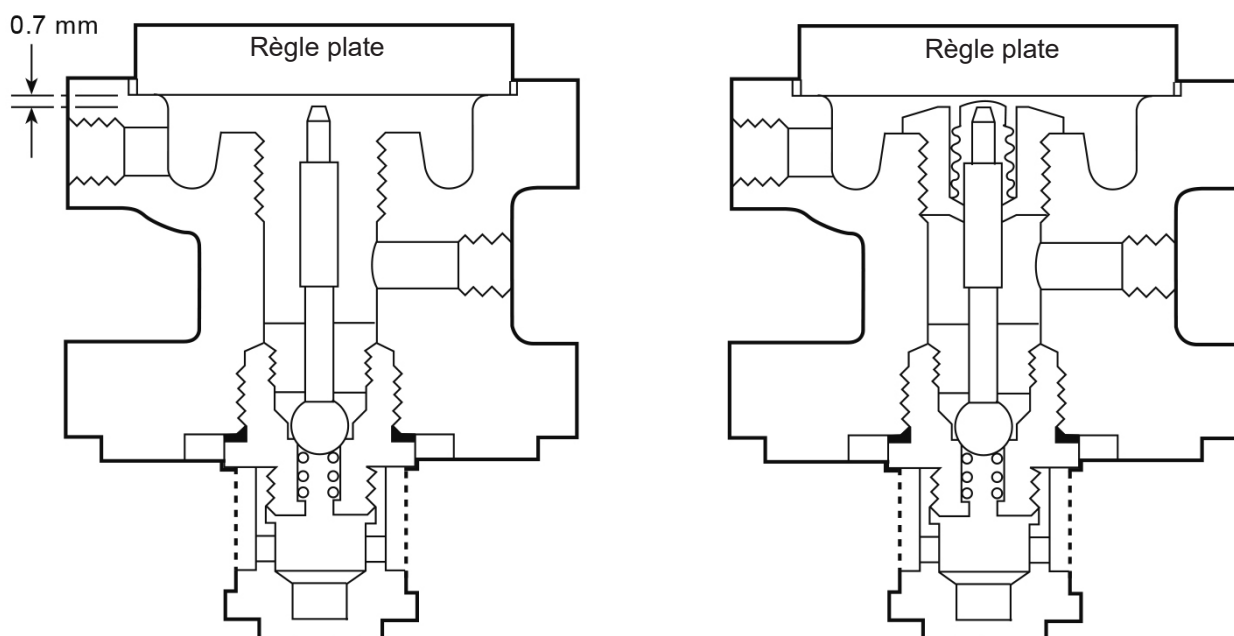

Fig. 6
2. Desserrer le contre-écrou (2) et tourner la vis de réglage (1) dans le sens inverse des aiguilles d'une montre jusqu'à ce que le ressort soit relâché.
3. Déposer la rondelle "C" (3) d'en dessous du contre-écrou et déposer le couvercle (12).
4. Déposer le ressort de réglage (6) et le disque de contact supérieur (5).
5. Dévisser les écrous 4 x M10 (8) et déposer le carter de ressort (4), le disque de contact inférieur (7) et les membranes de clapet-pilote (9) après avoir relevé leurs sens d'installation.
6. Dévisser les raccords union (27C), le raccord de prise d'impulsion (29) et déposer le tube de contrôle en acier inoxydable de 6 mm.
7. Dévisser les 4 écrous (21) et déposer le corps porte-pilote (10) et veiller à ce que le ressort (16) reste en position sur le clapet principal (17).
8. A l'aide d'une clé à douille 27 mm S/P, dévisser le siège du clapet-pilote (13) avec la crépine du clapet-pilote (14A) et déposer le poussoir de clapet-pilote (11).
10. Avec le joint à soufflet démonté, visser le nouveau clapet-pilote (13) et serrer jusqu'à 115 N m.
11. Insérer maintenant le poussoir du clapet-pilote (11) par le dessus du corps porte-pilote et vérifier si la lumière entre le bout du poussoir et la règle droite, mise sur le logement de la membrane auxiliaire, est bien de 0,7 mm (voir fig. 6).
13. Vérifier s'il reste effectivement une faible lumière entre la règle droite, mise sur le logement de la membrane auxiliaire, et le dessus du joint à soufflet comprimé (voir fig. 6).
14. Avant de remonter le déverseur, s'assurer que toutes les portées de joints soient bien propres et que le ressort du clapet principal (16) soit positionné correctement.
15. Mettre le nouveau joint (15) et monter le corps porte-pilote. Serrer les quatre écrous (21) à l'aide d'une clé et serrer selon couple donné dans le tableau 1.
16. Remettre le tube d'impulsion et la tuyauterie de contrôle en acier inoxydable. Serrer les raccords (27C) et (29) jusqu'à ce qu'ils soient étanches à la vapeur.
17. Remettre les deux membranes auxiliaires (9). Vérifier qu'elles soient dans leur position d'origine et que toute les surfaces de contact soient propres. **Si nécessaire, les deux membranes auxiliaires seront remplacées par des neuves.**
18. Remettre le disque de contact inférieur (7) et fixer le carter du ressort de réglage. Serrer les quatre écrous (8) jusqu'à 50 N m.
19. Placer le ressort de réglage (6) et le disque de contact supérieur (5) et tourner la vis de réglage (1) jusqu'à ce qu'elle touche le disque de contact supérieur. Remonter le couvercle (12) et la rondelle "C" (3).